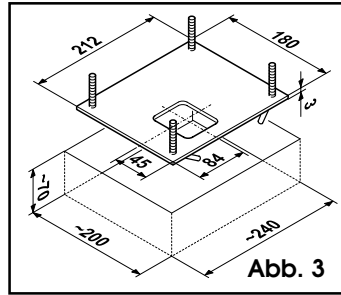

Abb. 3
1) Den Boden zum Einmauern der Fundamentplatte gem. Abb. 3 ausschachten.
2) Die Leitungen für den Durchgang der Anschlußkabel von Antrieb, Zubehör und Stromversorgung verlegen. Die Leitungen sollen ca. 3 cm von der Bohrung auf der Fundamentplatte vorstehen (Abb. 3).